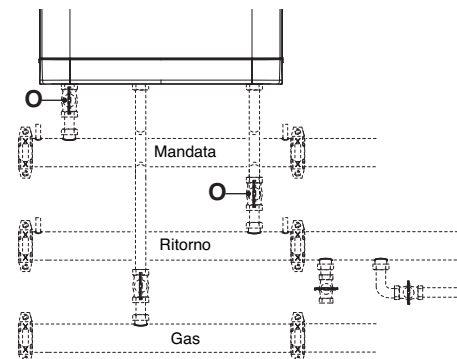

Figura 9.3
- Chiudere i rubinetti di mandata e ritorno (O) previsti in installazione, Figura 9.3.